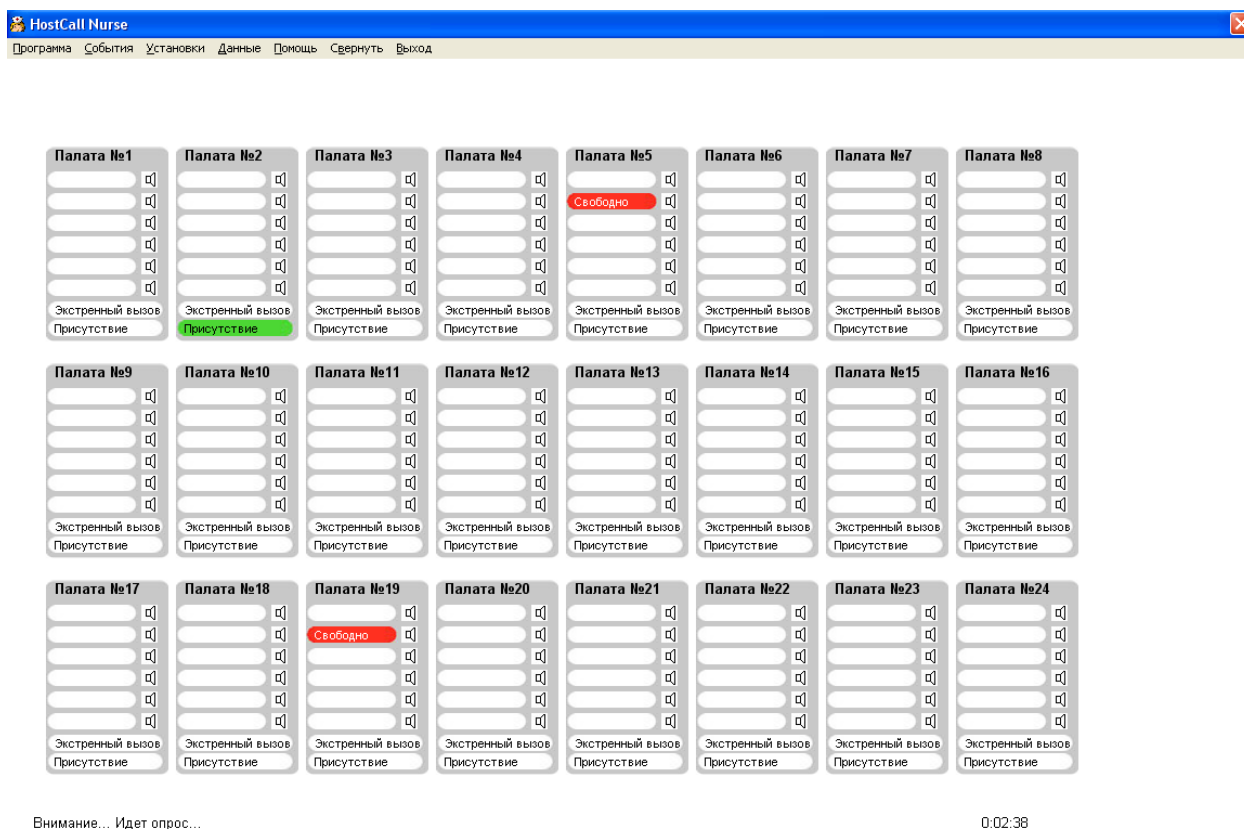

Рисунок 23- интерфейс программы
7.5.1.2 При присвоении адреса палатному контроллеру в случае использования в качестве пульта ПЭВМ необходимо иметь в виду, что место отображение на экране дисплея палаты зависит от номера, присвоенного ПК-2.06С, который обслуживает данную палату. Вызовы от палатного контроллера с адресом 01 будут отображаться в поле ПАЛАТА №1 (Рисунок 23). Другими словами, палата с большим номером адреса своего ПК-2.06С будет отображаться на мониторе справа от палаты с меньшим номером адреса своего ПК-2.06С. При этом в программе "Hostcall-Nurse " предусмотрена возможность изменения не только самого номера палаты, но даже названия данного помещения.